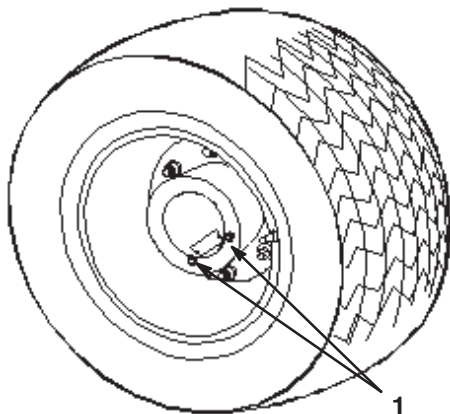

Figura 44
1. Coloque o carro de rega numa superfície nivelada com as rodas traseiras na posição de drenagem, como se mostra na Figura 44.